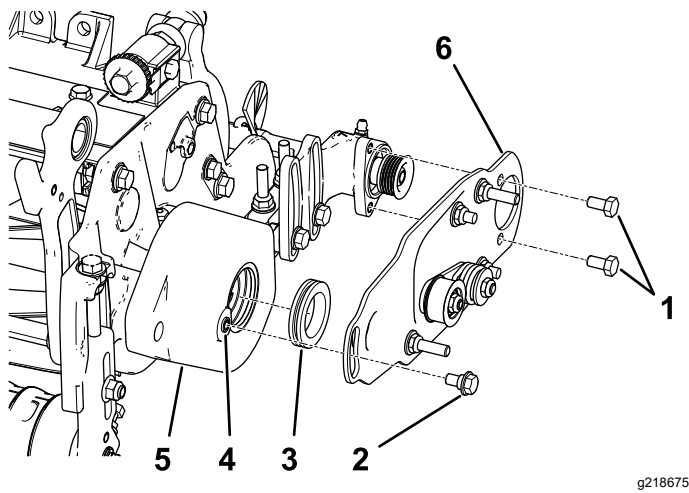

Figure 10
2. Appliquez une couche de graisse dans le diamètre intérieur de la douille du carter de la brosse de roulement (Figure 10).
3. Posez la plaque de pivot de la brosse de rouleau gauche ou droite (Figure 10).
Remarque: Vérifiez que la poulie de tension est montée en bas, comme montré à la Figure 10.
4. Appliquez du frein-filet sur les 2 boulons (5/16" x 1/2") et fixez la plaque de brosse au logement de roulement de la brosse à l'aide de ces boulons (Figure 10).
5. Nettoyez la peinture présente sur les filets du carter de la brosse de rouleau à l'aide d'un taraud de 5/16"-18 avant de visser le boulon à épaulement en place (Figure 10).
6. Appliquez du frein-filet sur le boulon à épaulement (Figure 10).
7. Fixez la plaque de brosse au carter de brosse avec le boulon à épaulement (Figure 10).